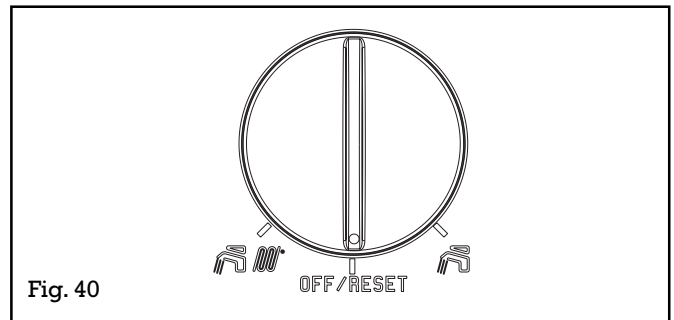

Fig. 40
- placer le sélecteur de fonction sur OFF/RESET (fig.40)
Le témoin lumineux doit redevenir de couleur verte. Si la pression d'eau est suffisante, il faut réarmer la chaudière en plaçant le sélecteur de fonction sur OFF/RESET (fig.40), attendre 5 secondes puis le remettre sur la position désirée (été ou hiver).